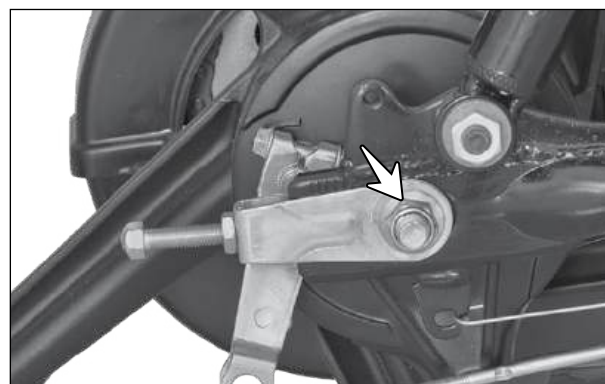

Fig. 6.60
- Remova a porca (M12x1.25) (seta) e a arruela de fixação do eixo traseiro. (Fig. 6.60)